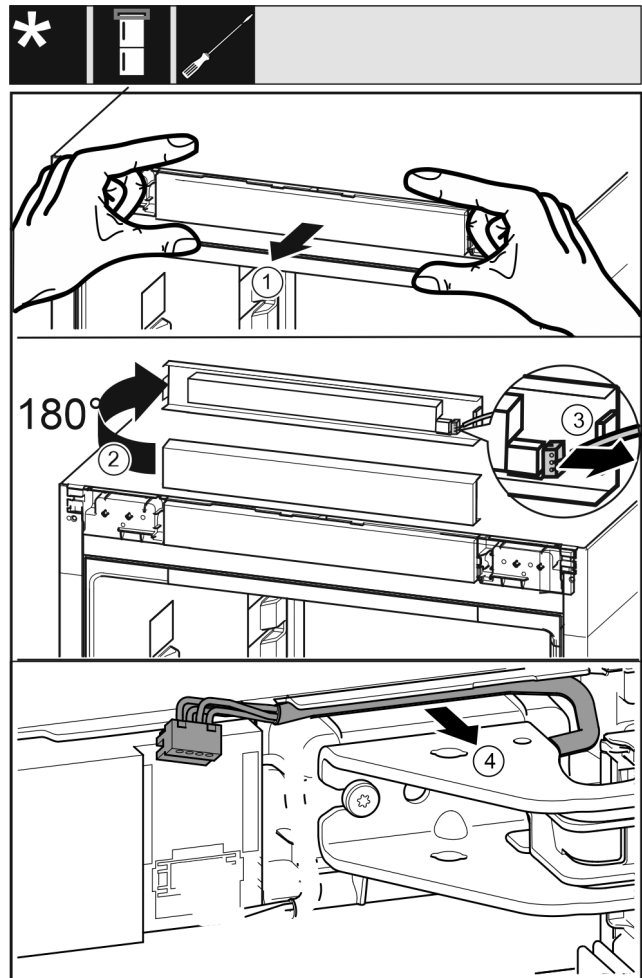

Fig. 20
- ▶ Bedienblende Fig. 20 (1) vorsichtig nach vorne lösen.
- ▶ Bedienblende Fig. 20 (2) nach oben um 180° drehen.
- ▶ Rastnase Fig. 20 (3) nach hinten drücken und den Stecker vorsichtig herausziehen.
- ▶ Kabel Fig. 20 (4) über Lagerbock vorsichtig aus der Führung lösen.